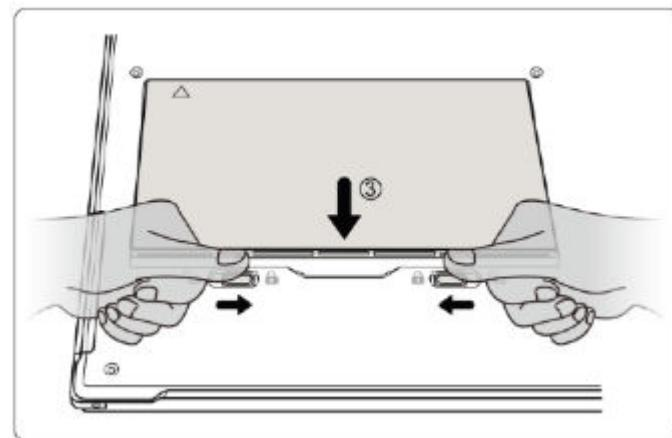

Fig. 2
- 2 Fermez le compartiment à batterie en faisant glisser les deux leviers de verrouillage comme indiqué sur la figure 2.